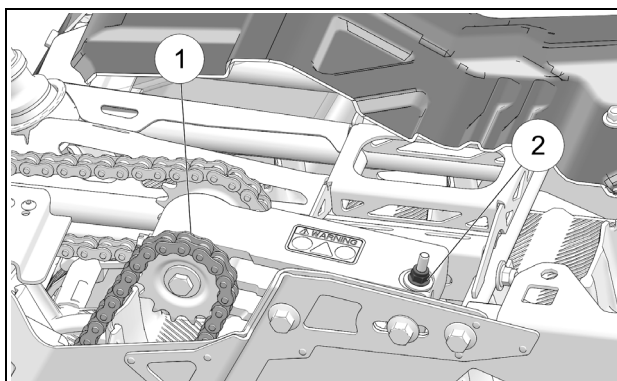

Figure 5
- Ajuster ensuite la tension de la chaîne d'entraînement secondaire (1) en tournant l'écrou (2) de l'ajustement vertical du tendeur de chaînes. Voir la Figure 5.